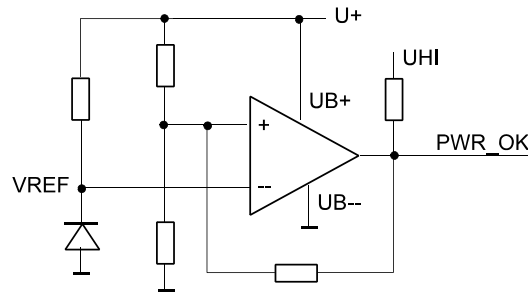

Abb. 6.35 Eine einfache Spannungskontrollschaltung.
Die Betriebsspannung gilt nur dann als in Ordnung, wenn sie in ihrem zulässigen Bereich liegt. Einfache Kontrollschaltungen (Abbildung 6.35) prüfen nur, ob sie einen bestimmten Mindestwert über- oder unterschreitet. Oberhalb des Mindestwertes ist sie in Ordnung (PWR_OK), unterhalb nicht. Das invertierte Bereitschaftssignal PWR_OK gilt als Fehlersignal. Es wird typischerweise verwendet, um die angeschlossenen Schaltungen zurückzusetzen (Power-On / Power-Fail Reset).
In der Schaltung von Abbildung 6.35 muss somit während dieser Zeitabschnitte die Referenzspannung immer höher sein als der zu vergleichende Anteil der Betriebsspannung.
2. Präzision. Eine entscheidende Anforderung. Referenzspannungsquelle und Spannungsteiler dürfen nur geringen Toleranzen aufweisen. Die Diode in Abbildung 6.35 dient nur zur Illustration. In der Praxis braucht man schon etwas Genaueres.